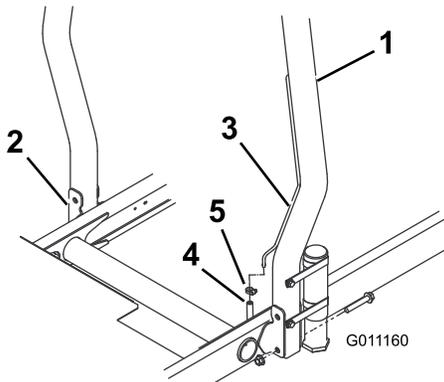

Figura 8
1. Baje la barra antivuelco sobre los soportes de montaje de la unidad de tracción, alineando los orificios de montaje. Asegúrese de que el tubo de ventilación de la barra antivuelco está en el lado izquierdo de la máquina (Figura 8).
2. Fije cada lado de la barra antivuelco a los soportes de montaje con 2 pernos con arandela prensada y contratuercas (Figura 8). Apriete las fijaciones a 81 N·m (60 pies-libra).